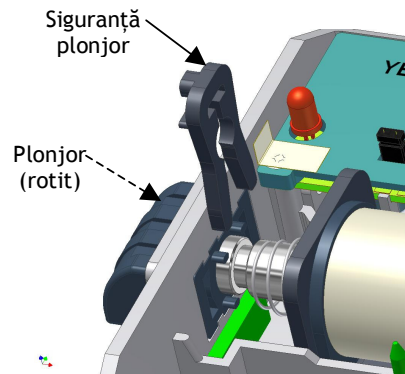

Fig. 4.3
5. Se comprimă arcul spre electromagnet, astfel încât să permită introducerea siguranței pe locașul practicat pe tija plonjorului; siguranța clipsează în locaș (vezi Fig. 4.3).